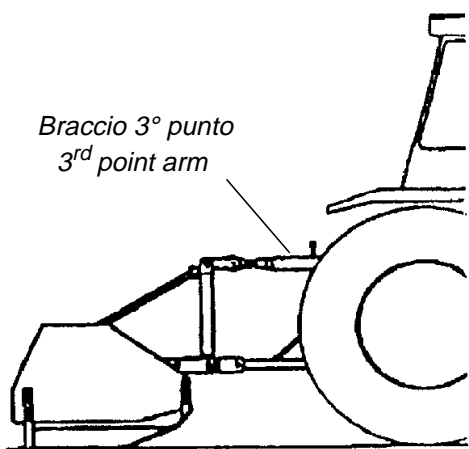

Fig. 4-8 Collegamento corretto
- Mettere in tensione il braccio terzo punto avvitandolo (Fig. 4-8).
- Screw in and tighten the third point arm (Fig. 4-8).